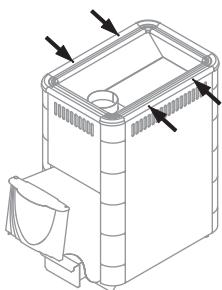

Рисунок 10. Винты для демонтажа рамки кожуха-конвектора печи «Тунгуска»
1. Снять рамку кожуха-конвектора, открутив 4 самореза (рисунок 10)